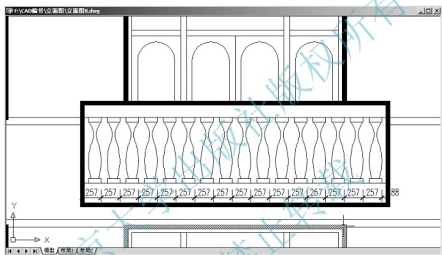

图 4.60 定距等分插块
(1) 使用【创建块】命令把“花瓶”制作成名为“花瓶”的图块，块的基点定在“花瓶”的右下角点处。
(2) 执行菜单栏中的【绘图】|【点】|【定距等分】命令，或在命令行输入“ME”后按 Enter 键，启动【定距等分】命令。
① 在**选择要定距等分的对象**：提示下，单击 A 线的左半部分，选择 A 线。
② 在**指定线段长度或 [块 (B)]**：提示下，输入“B”，表示用块进行测量。
③ 在**输入要插入的块名**：提示下，输入“花瓶”以确定块的名称。
④ 在**是否对齐块和对象？[是 (Y)/否 (N)] <Y>**：提示下，输入“Y”，表示块与被测量对象是对齐的。
⑤ 在**指定线段长度**：提示下，输入“257”，结果从 A 线左端点每 257mm 插入一个花瓶块，如图 4.60 所示。